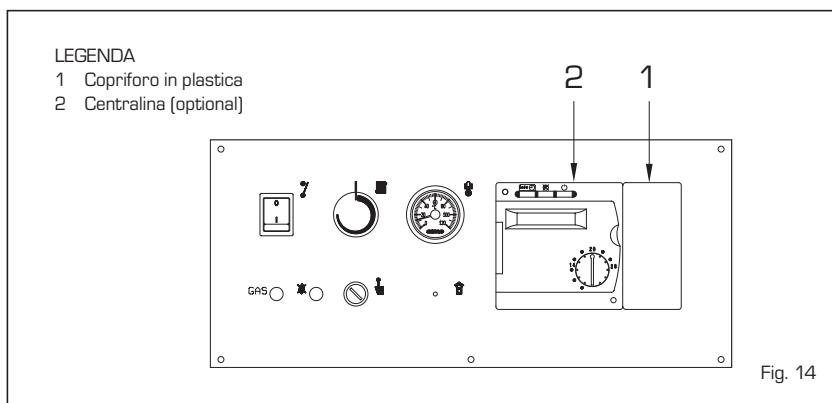

Fig. 14
8096303, fornita con sonda temperatura esterna (SE) e sonda immersione caldaia (SC) (fig. 14). La centralina prevede il collegamento di una ulteriore serie di connettori a bassa tensione per il collegamento delle